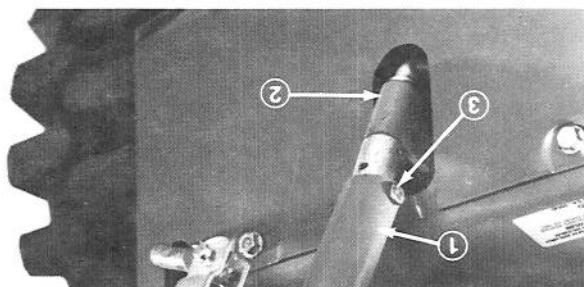
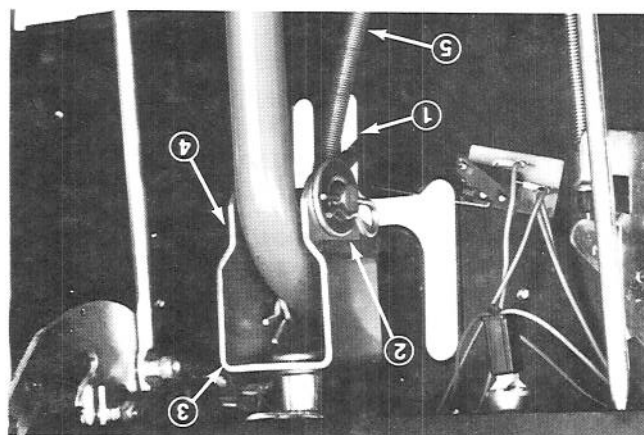
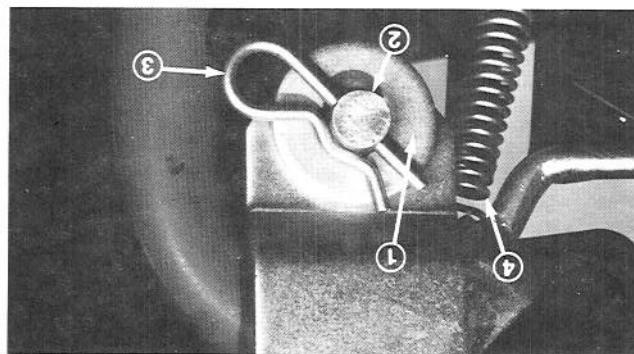

Figure 9
Figure 10
Figure 11
5. Alignez les trous du bas de la tige de commande avec le trou du tube au centre de l'unité de traction (Fig. 9). Fixez ensuite les pièces ensemble à l'aide de la cheville d'étrier et de la goupille fendue (Fig. 9).
2. Par derrière, glissez la tige de commande sur le tube du bas (Fig. 9) et le levier de commande des roues dans la fente de l'ère vitesse du tableau de commande (Fig. 10). Accrochez le ressort de tension sur le pivot de la commande des roues (Fig. 10). Ensuite, alignez les trous du pivot de commande des roues avec le support-pivot en U, puis fixez les pièces en place avec la cheville d'étrier (Fig. 11). La tête de la cheville d'étrier doit être du côté droit du support en U.
3. Glissez la rondelle plate sur la cheville d'étrier, puis installez la goupille fine dans la cheville d'étrier pour que toutes les pièces soient retenues (Fig. 11).